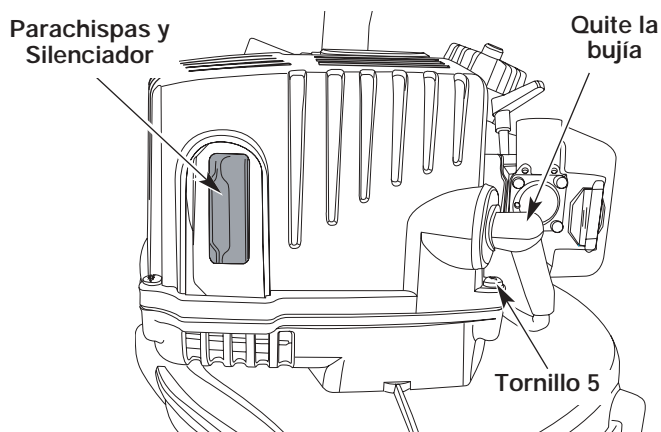

Fig. 12
1. El parachispas está situado en el silenciador, debajo de la tapa del motor. Mirando a la unidad desde el frente, el silenciador y el parachispas están situados a la izquierda (Fig. 12).